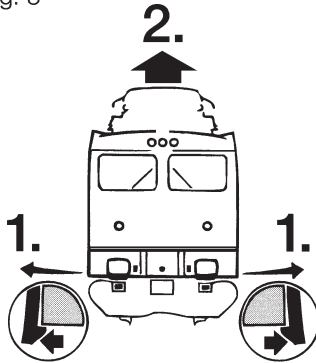

Fig. 4
4. Haftreifenwechsel: Zuerst den Getriebe-deckel abnehmen (Fig. 4). **Haftreifen** mit einer Nadel oder einem feinen Schraubendreher abziehen. Beim Aufziehen des neuen Haftreifens bitte darauf achten, dass dieser sich **nicht verdreht** (Fig. 10).
Väkel lådskåpa (fig. 4). Tag sedan ur hjulaxlarna och dra av slirskydden med hjälp av en liten skruvmejsel. Vid påsättning av nya slirskydd – kontrollera att dessa sitter slät på hjulen fig. 10.